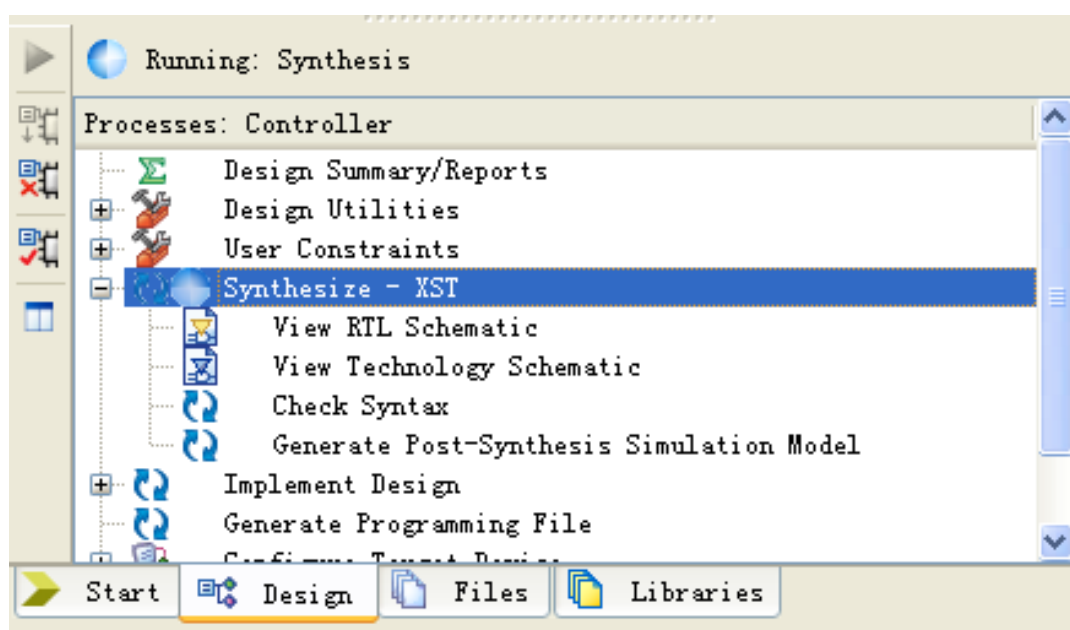

图 7
- ③ 定义完端口后，点击 Next 按钮进入下一步，然后点击 Finish 按钮完成模块创建。
① 如果有语法错误，会在信息显示区给出指示，请检查调试。
② 如果没有语法错误，在模拟仿真前要进行 Verilog HDL 代码综合。
5) 所谓综合，就是将 Verilog HDL 语言、原理图等设计输入翻译成由与、或、非门和 RAM、触发器等基本逻辑单元的逻辑连接，并根据目标和要求（约束条件）优化生成的 RTL（Register-Transfer-Level）层连接。在工程管理区的 View 中选择 Implementation，并选中要综合的模块 Controller，然后在过程管理区双击 Synthesize-XST，就开始综合过程，如图 7 所示。